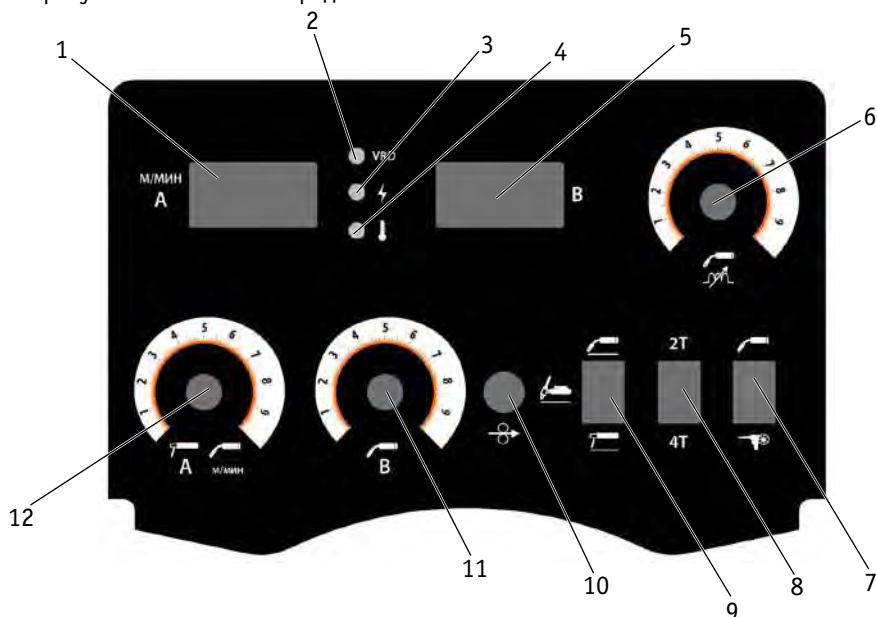

Рис. 7.1. Передняя панель источника питания.
| 2. Панель управления (См. рис. 7.1) | 10. Тумблер включения |
1. Нажать и держать кнопку холостого прогона сварочной проволоки (См. рис. 7.1, поз. 10).
3. После включения отпустить кнопку холостого прогона проволоки. На дисплее №1 (См. рис. 7.1, поз. 1) появятся значения «РХ» – номер ячейки. На дисплее №2 (См. рис. 7.1, поз. 5) появятся значения «ХХХ» – диапазон регулировки.
4. Регулятором скорости подачи проволоки (См. рис. 7.1, поз. 12) выбрать ячейку.
5. Регулятором напряжение на дуге (См. рис. 7.1, поз. 11) установить параметр.